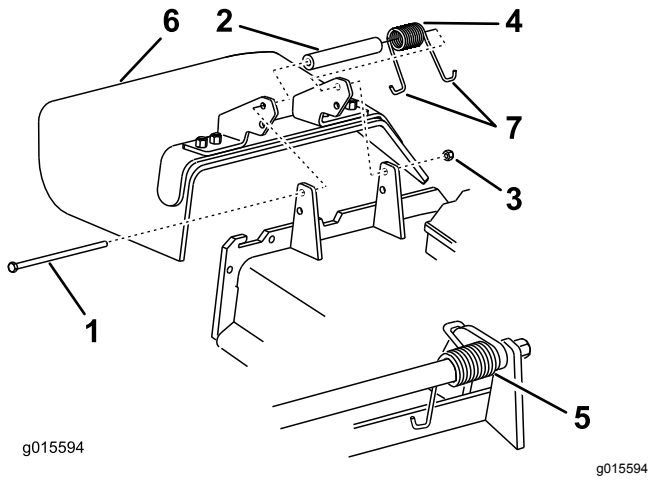

Bild 109
1. Entfernen Sie die Sicherungsmutter, Schraube, Feder und das Distanzstück, mit denen das Ablenklech an den Schwenkhalterungen befestigt ist (Bild 109).
- Entfernen Sie defekte oder abgenutzte Ablenkmale (Bild 109).
Hinweis: Stellen Sie sicher, dass sich das J-Ende der Feder hinter der Mähwerkseite befindet, bevor Sie die Schraube einsetzen, wie in Bild 109 abgebildet.
- Führen Sie das J-förmige Hakenende der Feder um das Ablenkmale (Bild 109).